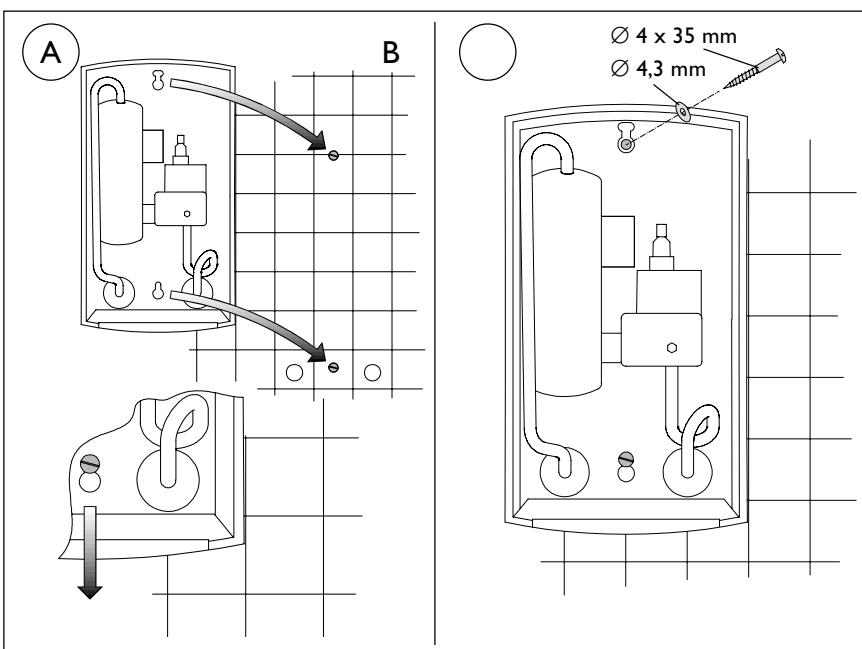

Рис. 9
- Указание:** При замене старого прибора типа DHC (старые отверстия могут использоваться) дополнительно ввинтить верхние винты и использовать прилагаемые шайбы (рис. 9 **B**).
5. При подштукатурном монтаже водопровода ввинтить в стенную шайбу в соответствии с рис. 12. Прибор насадить на винты и зафиксировать (рис. 9 **A**).